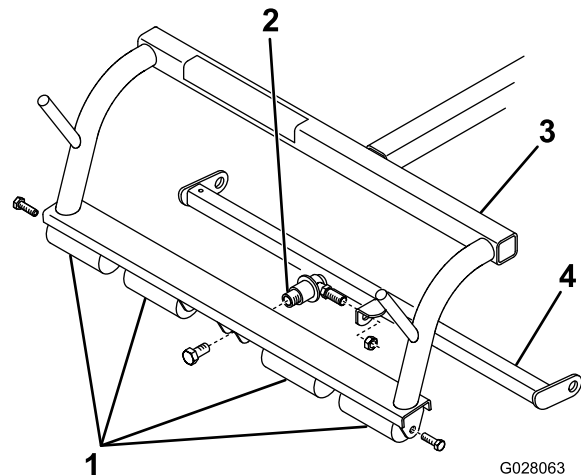

Figure 1
2. Déposez le cadre de traction et la rotule de fixation ; voir Figure 1.